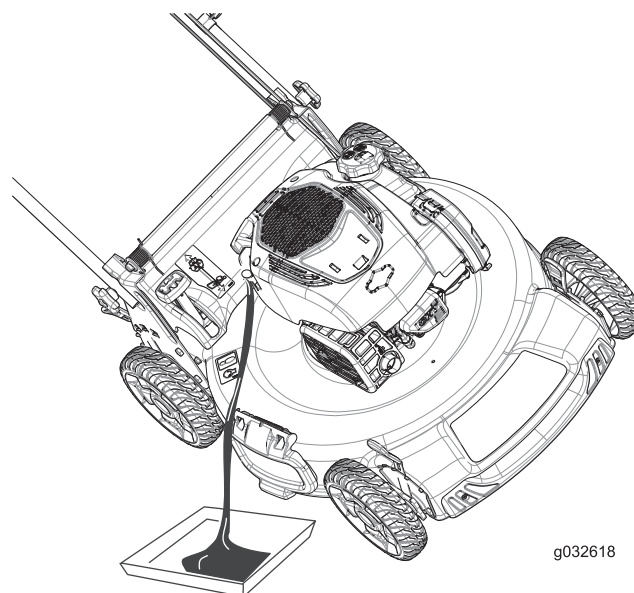

Figura 31
3. Ponga la máquina de lado con el filtro de aire hacia arriba para drenar el aceite usado a través del tubo de llenado de aceite (Figura 31).